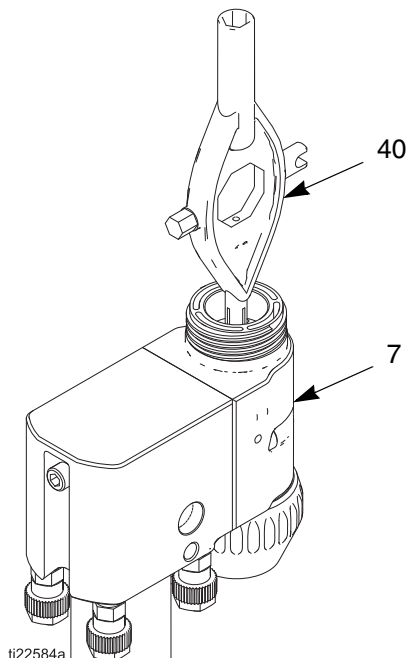

ABB. 30. Elektrode ersetzen
3. Die Elektrode (4) mit dem Multifunktionswerkzeug (40) vorn am Pistolenkörper (7) abschrauben. ABB. 30.